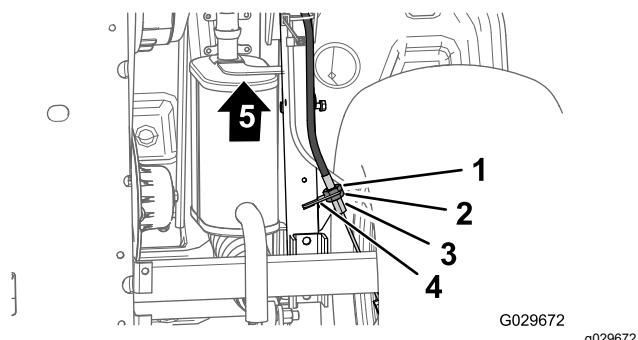

Рисунок 63
3. В нижней части машины ослабьте заднюю зажимную гайку резьбового регулятора троса стояночного тормоза на 4 оборота (Рисунок 63).
4. Затяните переднюю контргайку (Рисунок 63).
- Ослабьте затяжку передней зажимной гайки (Рисунок 63) на резьбовом регуляторе троса стояночного тормоза на один оборот.
- Затяните заднюю контргайку (Рисунок 63).
- Ослабьте затяжку задней зажимной гайки (Рисунок 63) на резьбовом регуляторе троса стояночного тормоза на один оборот.
- Затяните переднюю контргайку (Рисунок 63).